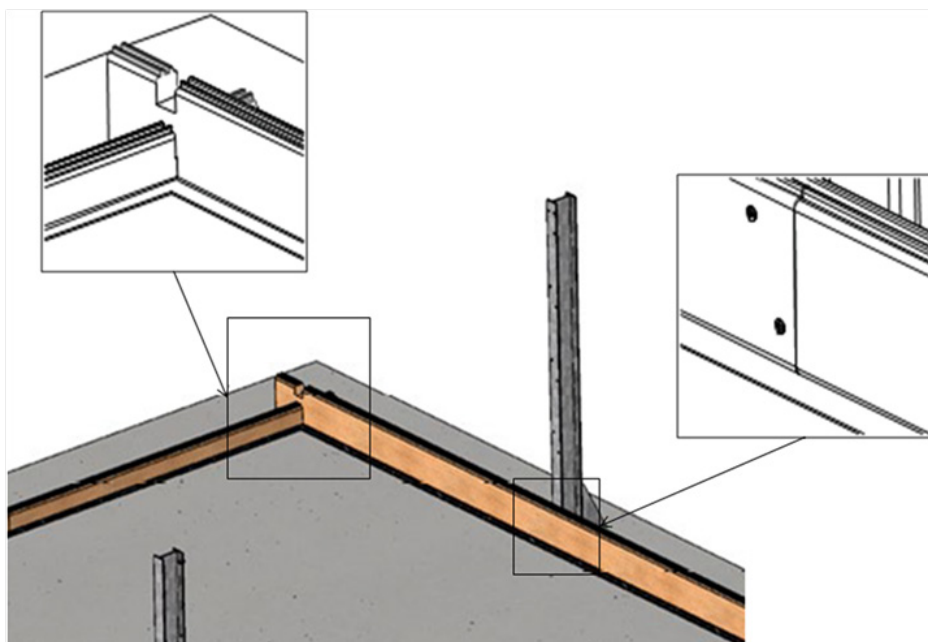

Figura 10 – Bloqueo de tablonos entre ellos
- entre ellas como se indica en la *Figura 10*, usando dos tornillos por par de láminas, y en ambos lados cada uno con 10 láminas de alto, un total de 80 tornillos de cabeza avellanada 5 × 40 Torx de acero inoxidable A4 roscados 25 mm (bolsa C);